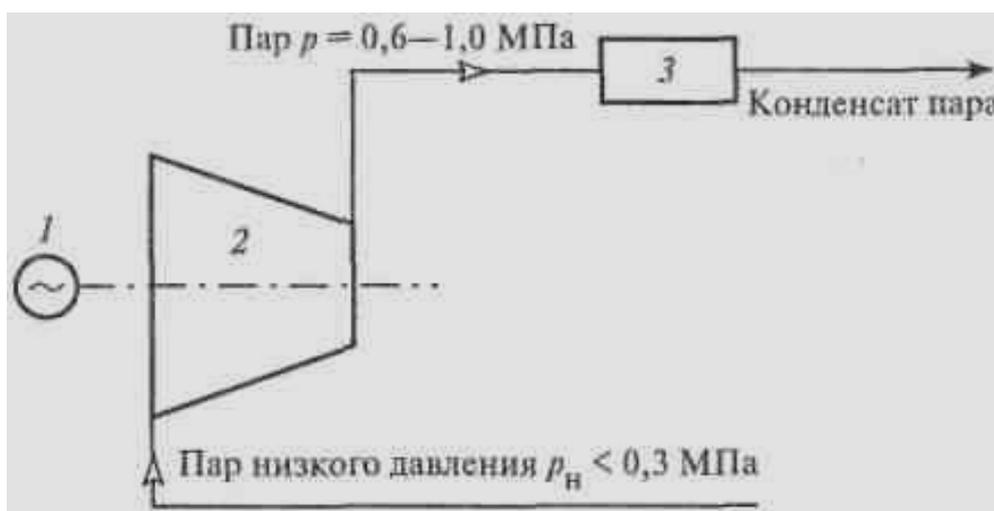
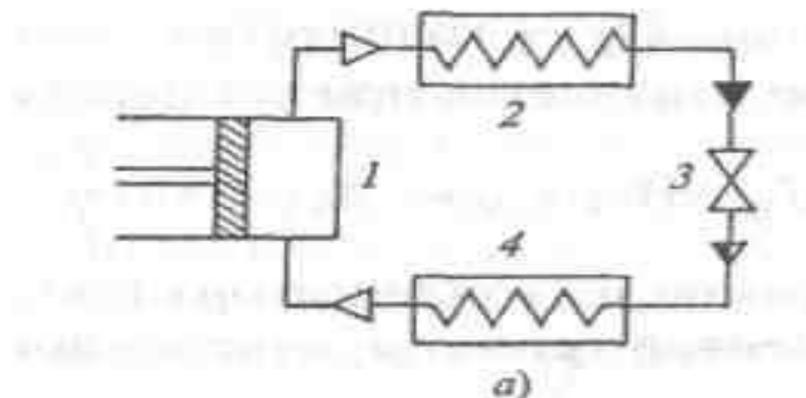

Рис. 3. Компрессионный трансформатор теплоты открытого типа:
Рис. 5. Компрессионный трансформатор тепла закрытого типа:
- Компрессионные ТНУ, в свою очередь, на компрессионные открытого типа (рис. 3, 4) и компрессионные замкнутые (закрытого типа) (рис. 5).